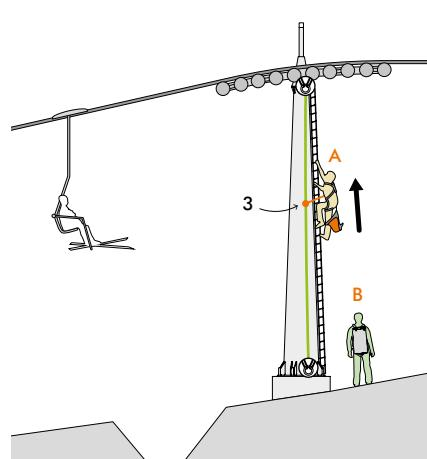

Fig. 1
1) Gli operatori A e B, dopo aver indossato casco (1) e imbracatura completa (2) salgono sul traliccio, a monte delle postazioni da evadere, entrambi assicurati da un dispositivo antcaduta (3) (Fig. 1).